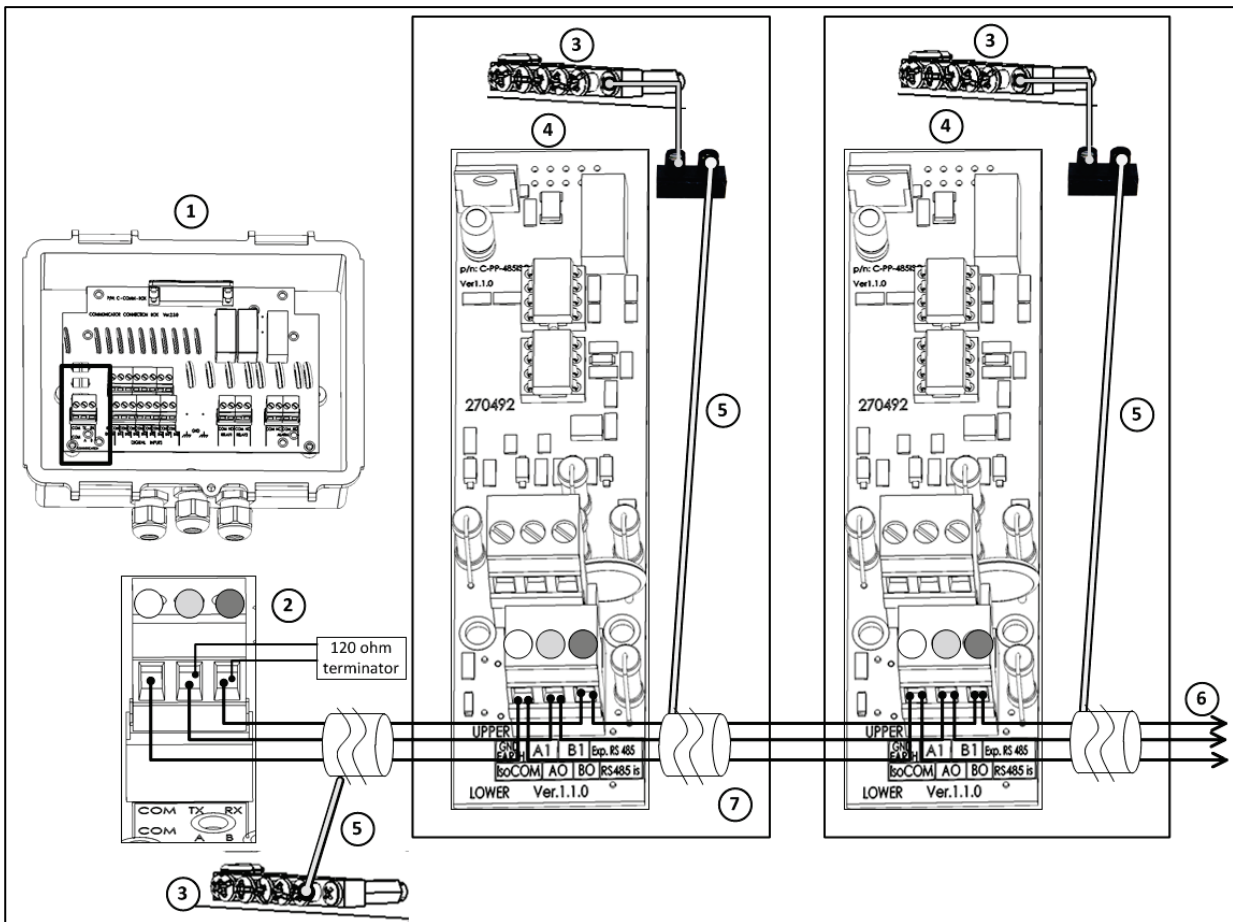

Figura 6: Conectar la caja de conexión externa a los controladores de Munters a través de tarjetas ISORS-485
- RS-ISO485 tarjetas (Figura 6)